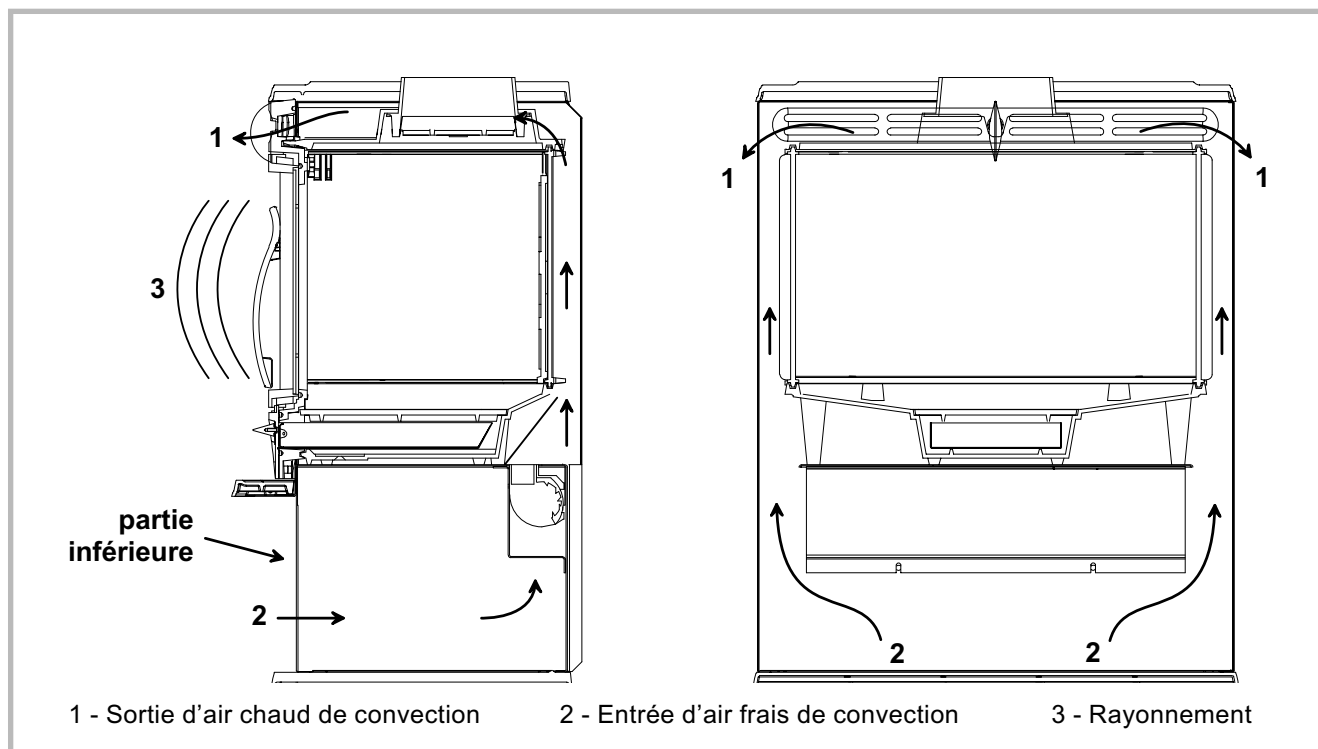

Figure 2 - Principe de diffusion de la chaleur
**Important** : Pour assurer le bon fonctionnement de l'appareil, la partie inférieure doit rester vide (fig. 2).